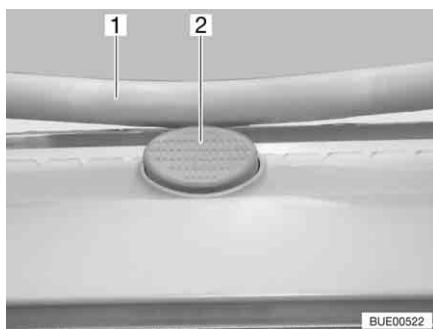

Bild 104 Låsknapp på Heki-takluckan
- Tryck på låsknappen (Bild 104,2) och dra ner bygel (Bild 104,1) med båda händerna.
- Tryck bygel uppåt med båda händerna tills bygel ligger ovanför låsknappen (Bild 104,2).